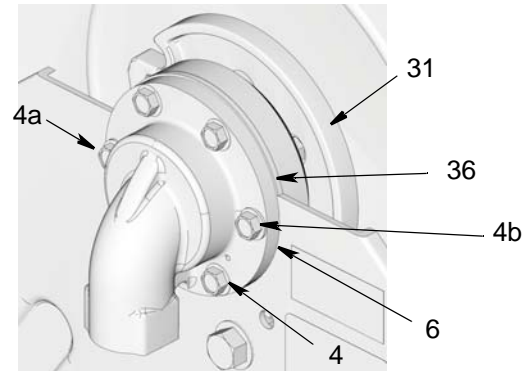

FIG. 21
- Il n'est pas nécessaire de retirer l'entrée (6) pour changer sa position.
- **UNIQUEMENT** pour les modèles de moyenne pression : La cale (36) peut être retirée à l'arrière de la sortie lorsque les boulons ont été retirés. Ne pas perdre cette pièce. Elle sera nécessaire lors du remontage une fois l'emplacement de la sortie ajustée.
3. Tourner l'entrée (6) vers la position voulue.
4. **UNIQUEMENT** pour les modèles de moyenne pression : Faire correspondre la cale (36) entre l'entrée (6) et l'arrêt de palier (35) (FIG. 21).
5. D'abord introduire les 2 boulons de côté (4a et 4b) comme montré sur la FIG. 21 dans le châssis et l'entrée (6). Serrer suffisamment les boulons pour tenir l'ensemble en place.
6. Introduire ensuite les quatre boulons restants (4). D'abord serrer tous les boulons à la main, à un couple de 33,9 à 47,45 N•m (25 – 35 pi-lb).